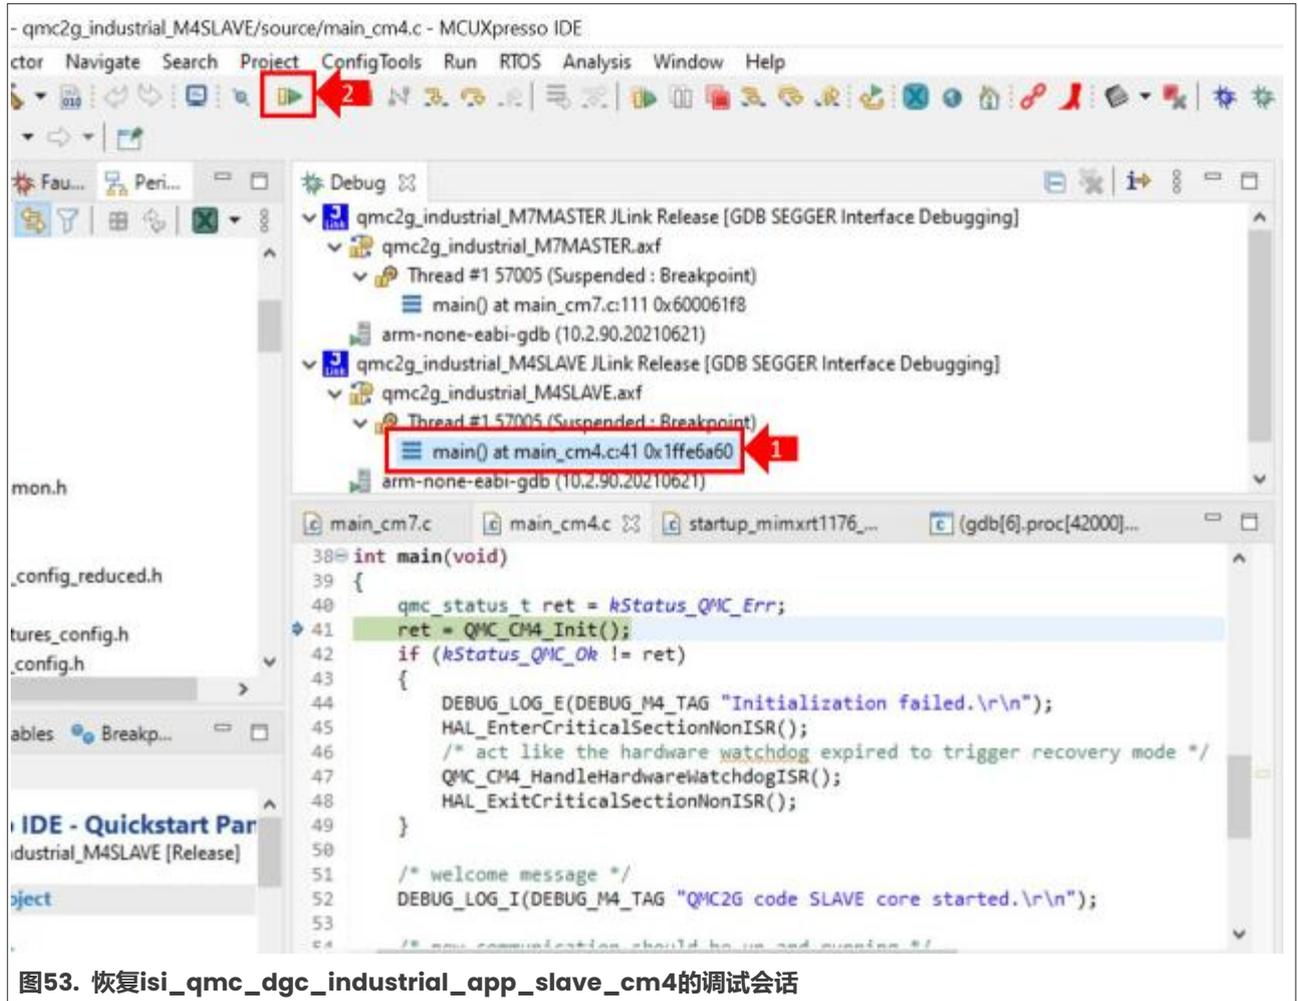

图53. 恢复isi\_qmc\_dgc\_industrial\_app\_slave\_cm4的调试会话
8. 软件加载完成后，(1) 双击isi\_qmc\_dgc\_industrial\_app\_slave\_cm4的main()函数；(2) 按图53所示点击Resume按钮。